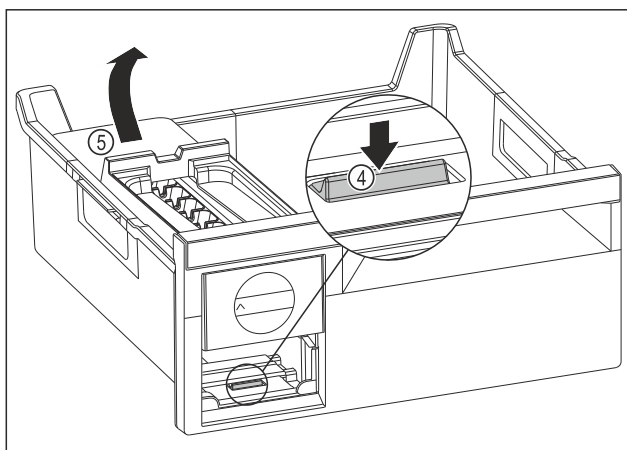

Fig. 91
- ▶ Odoberte korpus EasyTwist-Ice: Strmeň Fig. 91 (4) zatlačte prstom nadol a súčasne druhou rukou zdvihnite zo zadu korpus EasyTwist-Ice Fig. 91 (5).